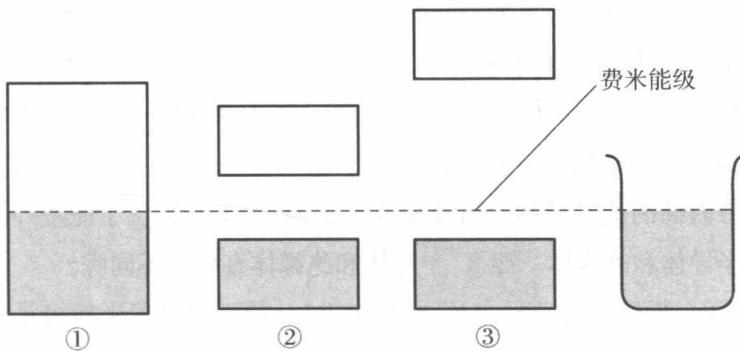
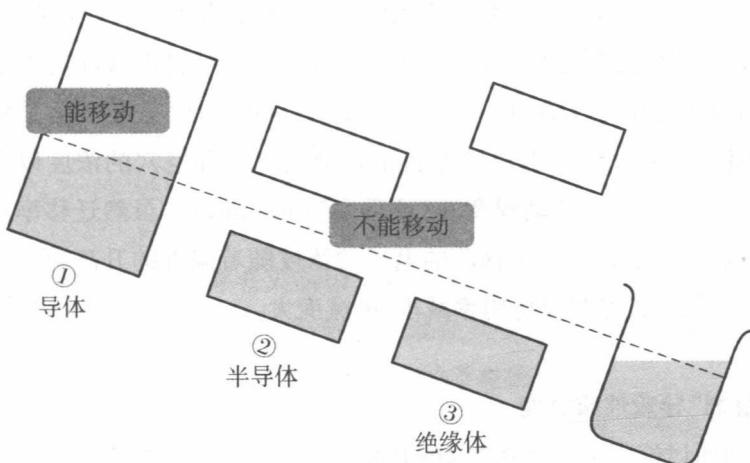

图 1.5 在三个能带中填充电子
图 1.6 在三个能带中填充电子并倾斜
如图 1.5 所示的三种能带。电子从能力量低的位置开始,按顺序填
电子的填充，就像往水槽里注水一样。按照图 1.5 所示，①电子填充到了能带的中间部分，而②和③则分别为充满电子的能带与没有电子的“空”的能带。
这里将能带看作水槽而将电子看作水，试着将图 1.5 倾斜过来看。大家也可想象着将水槽倾斜过来时的情形。这样就产生了图 1.6 的状况。水槽①的上方有空隙，水可以移动。但水槽②和③中充满着水，没有空隙，水不能移动。“倾斜”在这里就比喻为连接电池，施加电压。